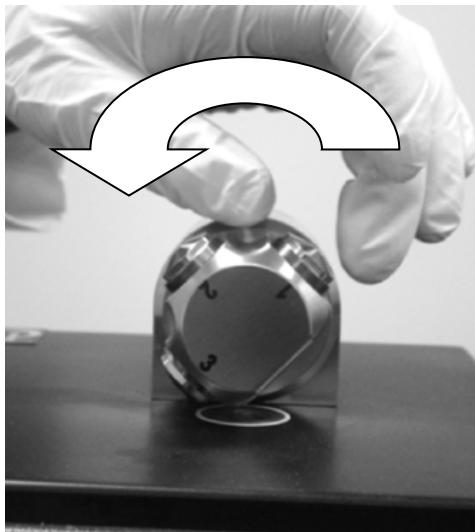

Figura 11. Rotación del DialPath para que el visor óptico del accesorios mire hacia abajo
En el modo análisis de muestra, el DialPath se gira de forma tal que el visor óptico del accesorio apunte hacia abajo hacia el área de montaje de la muestra del FTIR serie 5500 con DialPath. En esta posición, la energía infrarroja pasa a través de la muestra y posibilita la medición. Asegúrese de girar el brazo del DialPath completamente alrededor hasta que llegue a la posición de bloqueo y quede enganchado en esa posición. Esta posición de bloqueo mantiene al accesorio fijo durante el análisis de la muestra (consulte la Figura 11).
- 4 Cierre el dispositivo, para ello gire el brazo hacia la derecha hasta que encaje en su lugar (consulte la Figura 11).